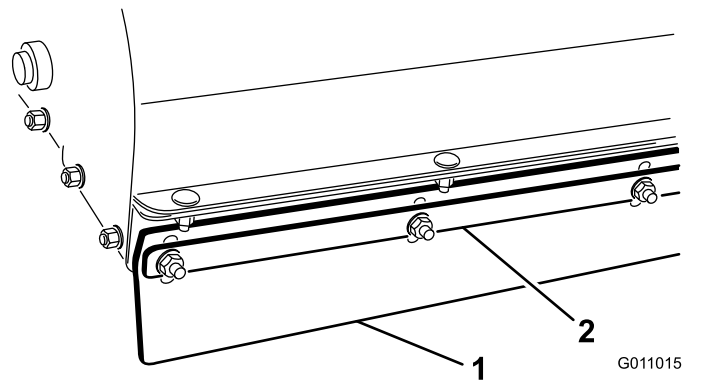

Bild 23
1. Lösen Sie die Mutter, mit denen der Metallstreifen und die vordere Klappe am Bürstengehäuse befestigt sind (Bild 23).